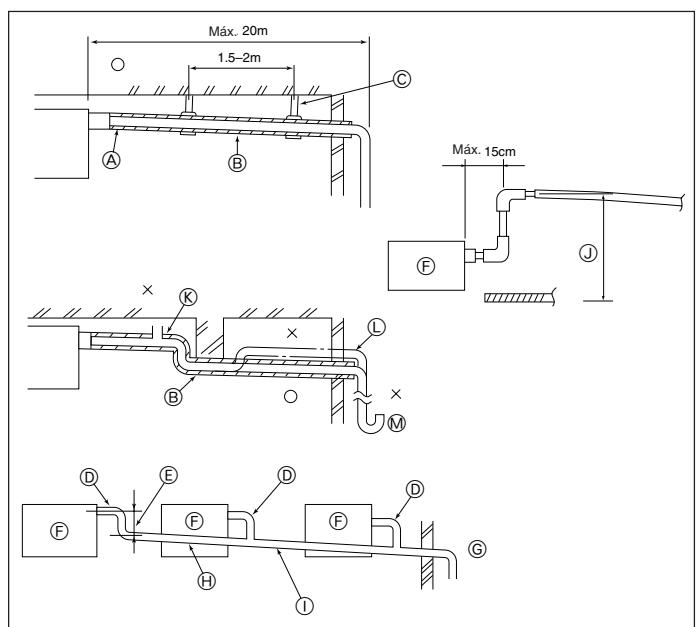

Fig. 3-4
- ① Enrole a cobertura de tubo de grandes dimensões incluída à volta do tubo de gás, certificando-se de que a extremidade da cobertura do tubo toca na parte lateral da unidade.
- ② Enrole a cobertura de tubo de pequenas dimensões incluída à volta do tubo de líquido, certificando-se de que a extremidade da cobertura do tubo toca na parte lateral da unidade.
- ③ Fixe as duas extremidades de cada cobertura de tubo com as bandas incluídas. (Prenda as bandas a 20 mm das extremidades da cobertura do tubo.)
3.4. Trabalho de tubagem de drenagem (Fig. 3-4)
- ① Tubagem correcta
- ② Tubagem errada
- ③ Isolação (9 mm ou mais)
- ④ Inclinação descendente (1/100 ou mais)
- ⑤ Suporte de metal
- ⑥ Respiradouro